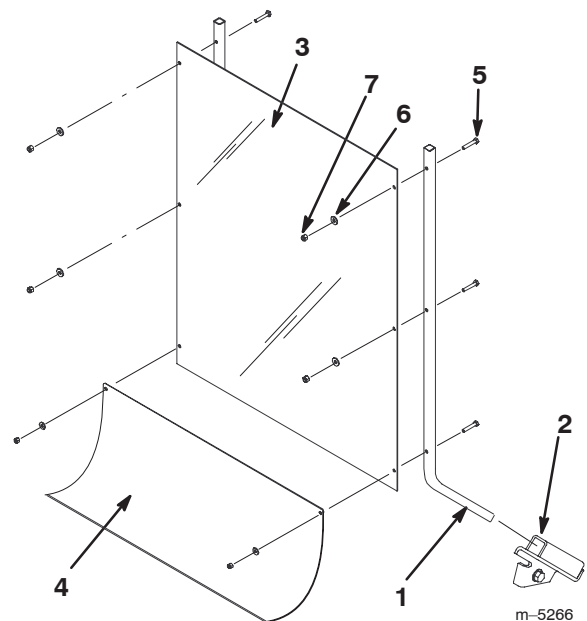

Figura 5
2. Montate il deflettore e il bordo flessibile sugli appositi supporti come illustrato nella figura 5, utilizzando 6 bulloni (1/4 x 1-1/2 pollici), rondelle e dadi di bloccaggio (1/4 pollice).